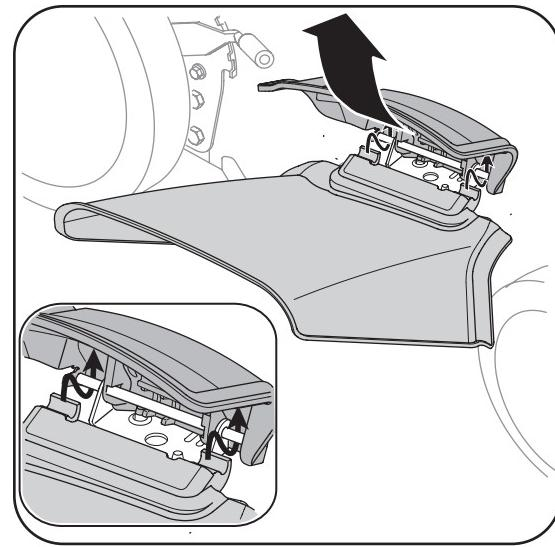

Figura 3-7
Para sacar el colector de césped o convertir a una abonadora (de venir equipada), levante la puerta posterior de descarga de la podadora, como se muestra en la Figura 3-7. Levante el colector hacia arriba y hacia afuera para sacarlo de la varilla de pivot. Suelte la puerta de descarga trasera para permitir que la misma cierre la abertura trasera de la podadora.
- b. Deslice los dos ganchos del canal de descarga lateral debajo del pasador en el montaje de la clavija para abono y baje la clavija para abono lateral. Vea la Figura 3-7.